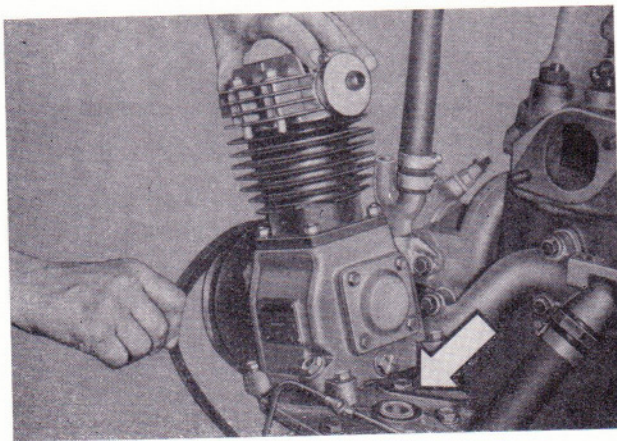

Bild 39
- Kolbenverdichter nach vorn kippen und dabei leicht drehen, so daß der Keilriemen abgestreift werden kann (Bild 39).